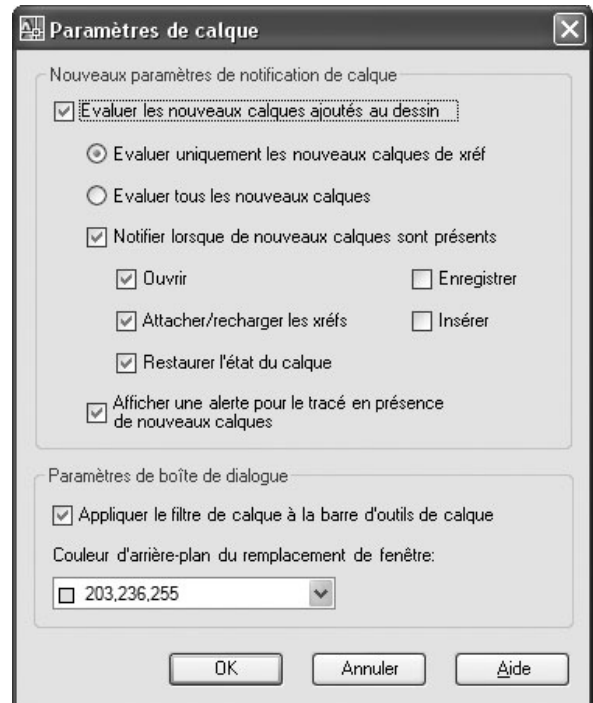

Fig.2.20
- 3 Dans la boîte de dialogue **Paramètres de calque** (Layer Settings), sélectionnez une couleur pour la couleur d'arrière-plan du remplacement de fenêtre (fig.2.20).